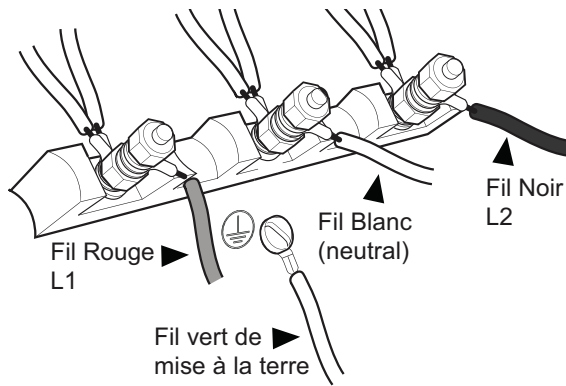

Figure 11 : Connexion à quatre fils
4. Fixez le fil neutre mis à la terre du circuit d'alimentation au plot central du bloc de jonction avec un écrou (voir la *Figure 11*).